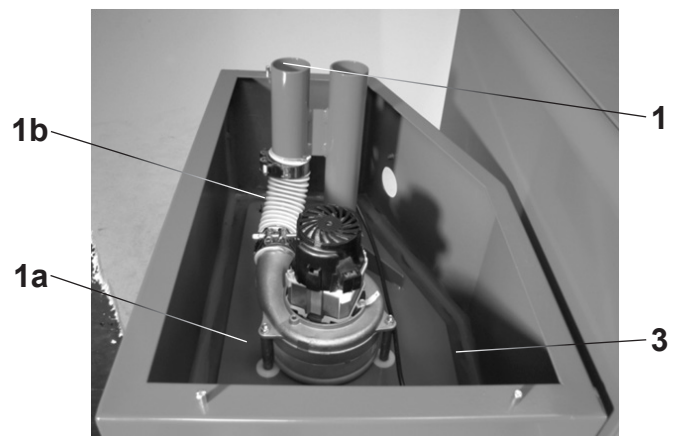

Bild 14
1. Flügelmuttern lösen, Förderschläuche (1, Bild 14) und Saugmodul (1a, Bild 14) ausbauen. Schlauch auf Risse prüfen (1b, Bild 14).
3. Dichtung Saugmodul-Pelletbox (3, Bild 14) kontrollieren und reinigen.
7. Das Dichtprofil (3, Bild 14) darf bei Wiedermontage nicht zu stark zusammengedrückt werden, die Flügelmuttern nur handfest anziehen.